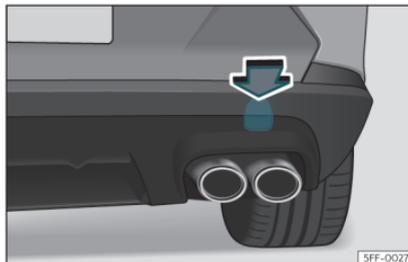

Fig. 45 Du côté droit du pare-chocs arrière : retirer le cache.
Le logement de l'œillet de remorquage à visser se trouve sur la partie droite du pare-chocs arrière, derrière un cache»» fig. 45.
- Appuyez sur la partie supérieure du cache »» fig. 45 afin de le dégager.